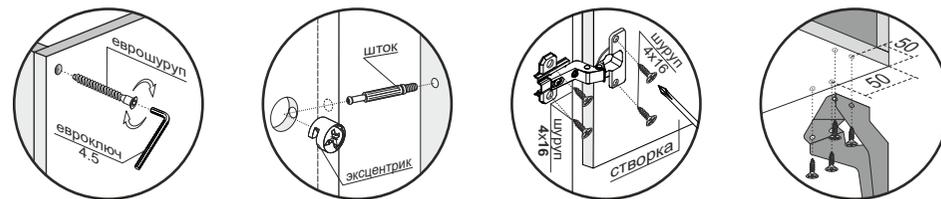

Рис.1
1. Соединить поперечины (2,3) с полками (9) с помощью шкантов (рис.1).
2. Еврошурупами соединить поперечины (2,3), стяжки (8), заднюю стенку (10) и крышу (6).
3. Стяжками (7) соединить с боковинами (1) и поперечинами (2) эксцентриками, затем боковины (1) с крышей (6) еврошурупами (рис.1).
4. Вставить в пропилы боковин (1) и крыши (6) заднюю стенку, состоящую из ХДФ (11). Затем на собранную часть изделия установить крышу (5), используя еврошурупы. Замерить диагонали секции (они должны быть равны: +/- 2 мм). Закрепить ХДФ (11) с помощью фиксаторов с шурупами и соединителей ХДФ (рис.1).
5. В крышу (5) вставить полкодержатели и установить на них крышу (4), затем стянуть крыши (4,5) между собой с помощью шурупов 4x30 (рис.1).
6. Шурупами 4x16 П/Ш прикрутить опоры № 25 к крыше (6). Оптимальное расстояние крепления опоры 50 мм от каждого края крыши (6) до первого отверстия в опоре № 25 (рис.1).
7. Опоры № 7 необходимо расположить по центру крыши (6) под поперечинами (2) и зафиксировать шурупами 4x16 (рис.1).
9. **Только после окончательной сборки** навесить створки (12) на короб комода, используя петли и шурупы 4x16. Отрегулировать петли.
10. Прикрутить ручки к створкам (12) винтами М4х10 (рис.1).